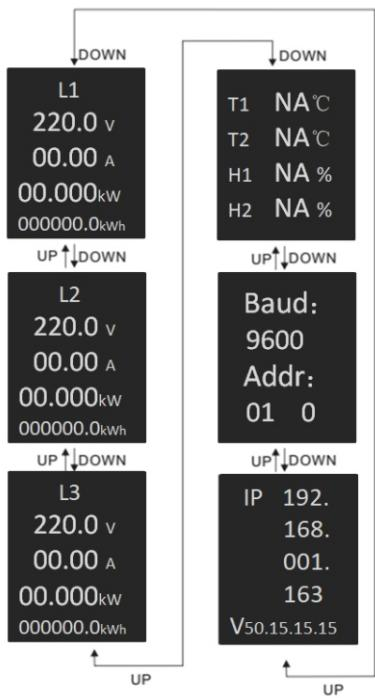

Рисунок 1
Нажать кнопку ВВЕРХ (UP) или ВНИЗ (DOWN), чтобы просмотреть информацию о параметрах PDU, включая входное напряжение / ток / мощность / потребляемую мощность каждой фазы, состояние температуры / влажности (при подключенных датчиках в соответствующие разъемы T / H1, T / H2 на модуле NMC), скорость передачи данных, код связи Modbus, код последовательного подключения, IP-адрес и версию устройства, как показано на диаграмме переключения (рисунок 1).